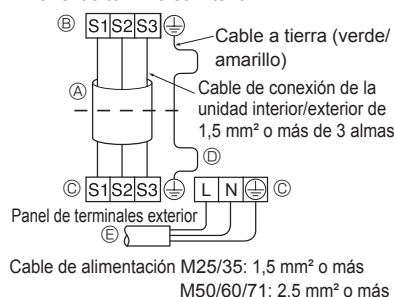
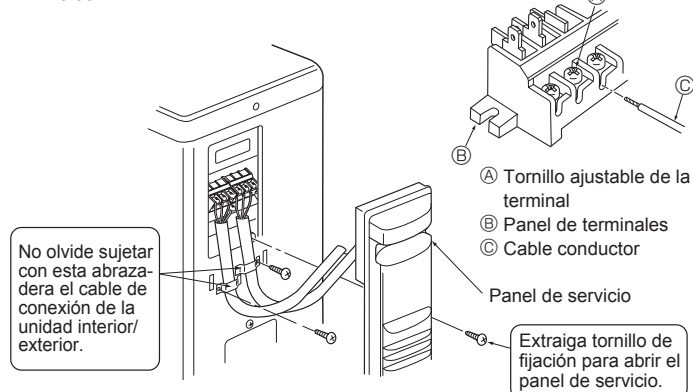
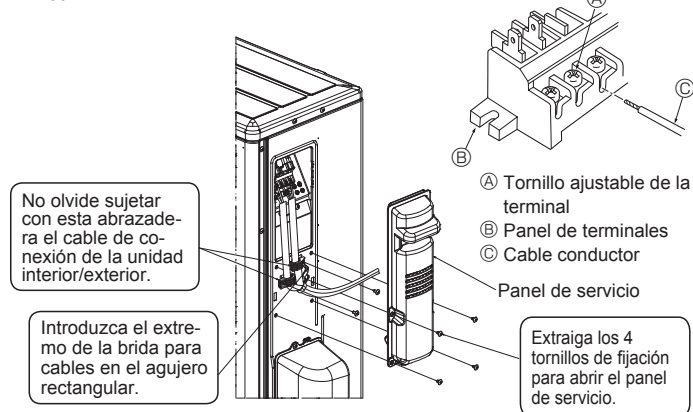

Fig. 6-2
Fig. 6-3
Fig. 6-4
6.1. Unidad exterior (Fig. 6-1, Fig. 6-2, Fig. 6-3, Fig. 6-4, Fig. 6-5)
- ① Retire el panel de servicio.
- ② Conecte los cables de acuerdo con la Fig. 6-1, Fig. 6-2, Fig. 6-3, Fig. 6-4 y la Fig. 6-5.
- Realice el tendido eléctrico como muestra el diagrama inferior izquierdo (los cables no vienen incluidos). (Fig. 6-2)
- ① Cable de conexión
- ② Panel de terminales interior
- ③ Panel de terminales exterior
- ④ Instale siempre un cable de tierra más largo que el resto de cables.
- ⑤ Cable de alimentación
- ⑥ Cable conductor